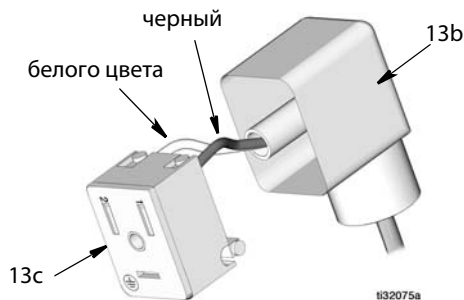

Рис. 9
12. Вставьте другой конец кабеля разъема в разъем мини DIN соленоида. Подключите провод фазы (черный) к клемме 1, нейтральный (белый) — к клемме 2 (Рис. 9).
13. Замените фиксирующую пластину (13с) в разъеме DIN (13b) (Рис. 9).